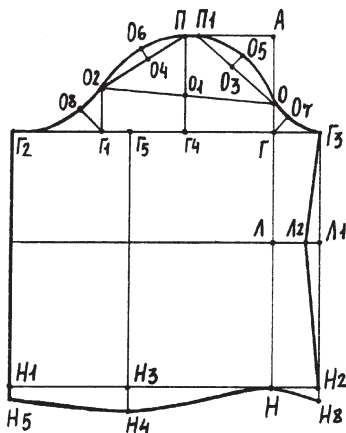

Рис. 161. Чертеж выкройки рукава
*Рукав.* Постройте прямой угол с вершиной в точке А (рис. 161).